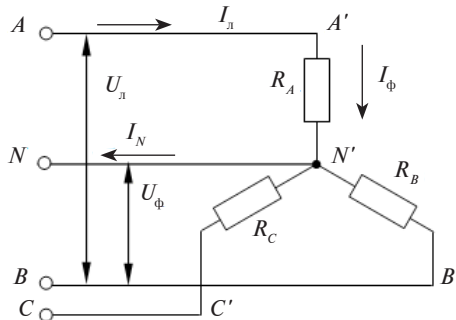

Рис. 2. Трехфазная система, соединенная «звездой»
*Соединение «звездой»* (рис. 2) – это такое соединение, при котором концы обмоток источника или концы потребителя соединены в одной точке, называемой нулевой, или нейтральной, точкой.